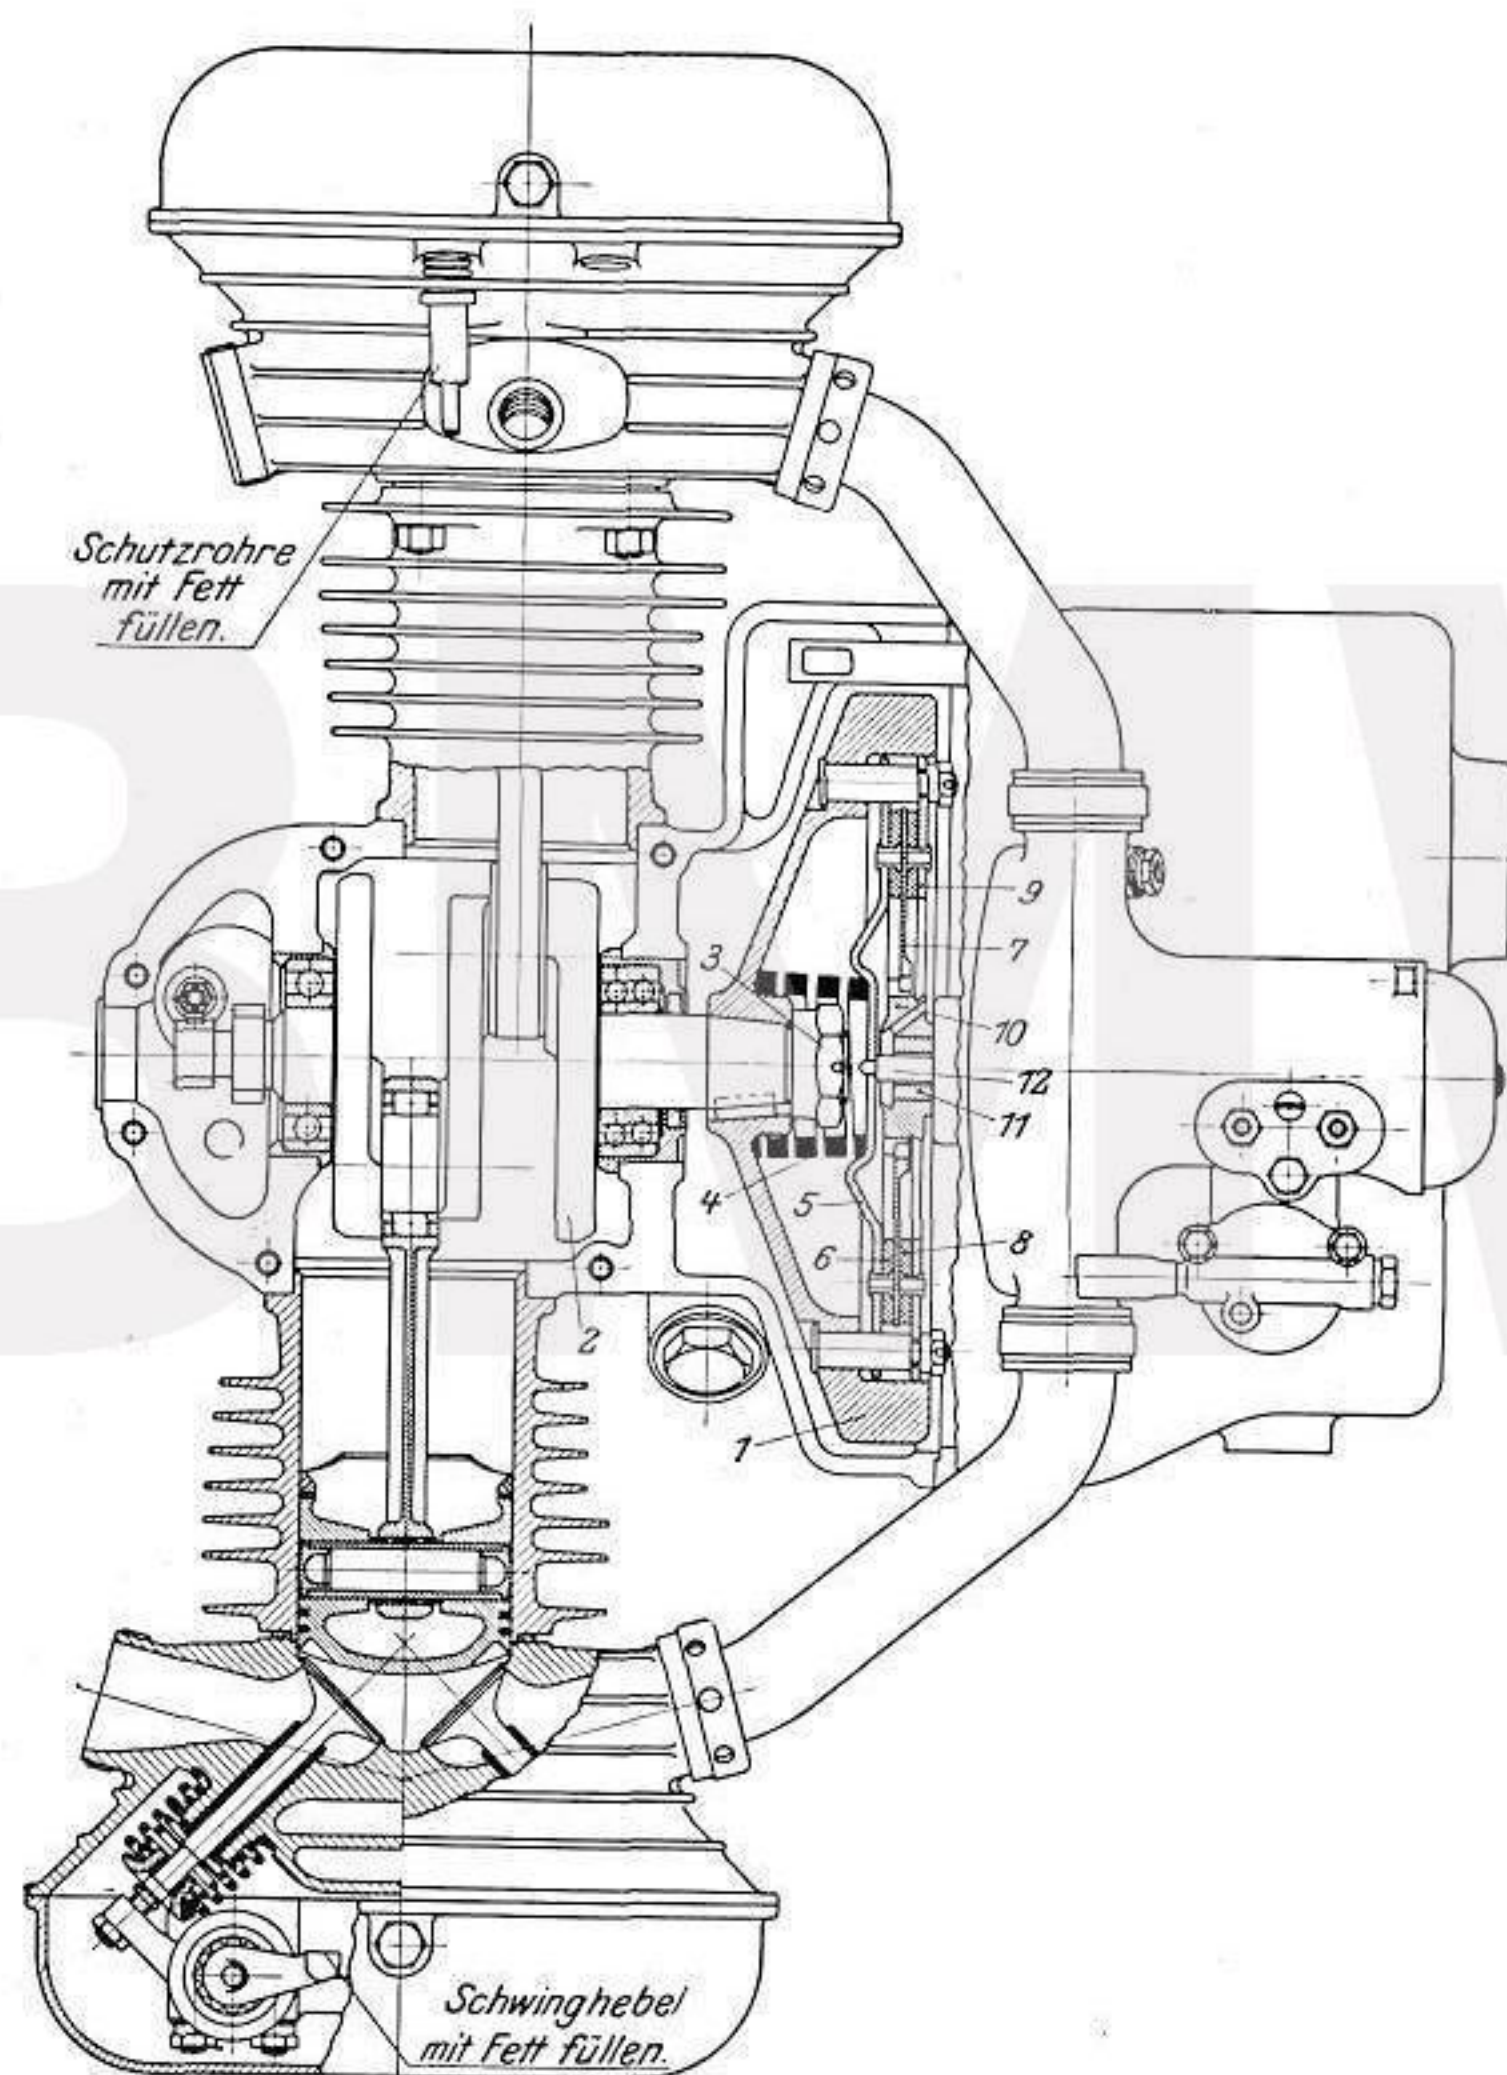
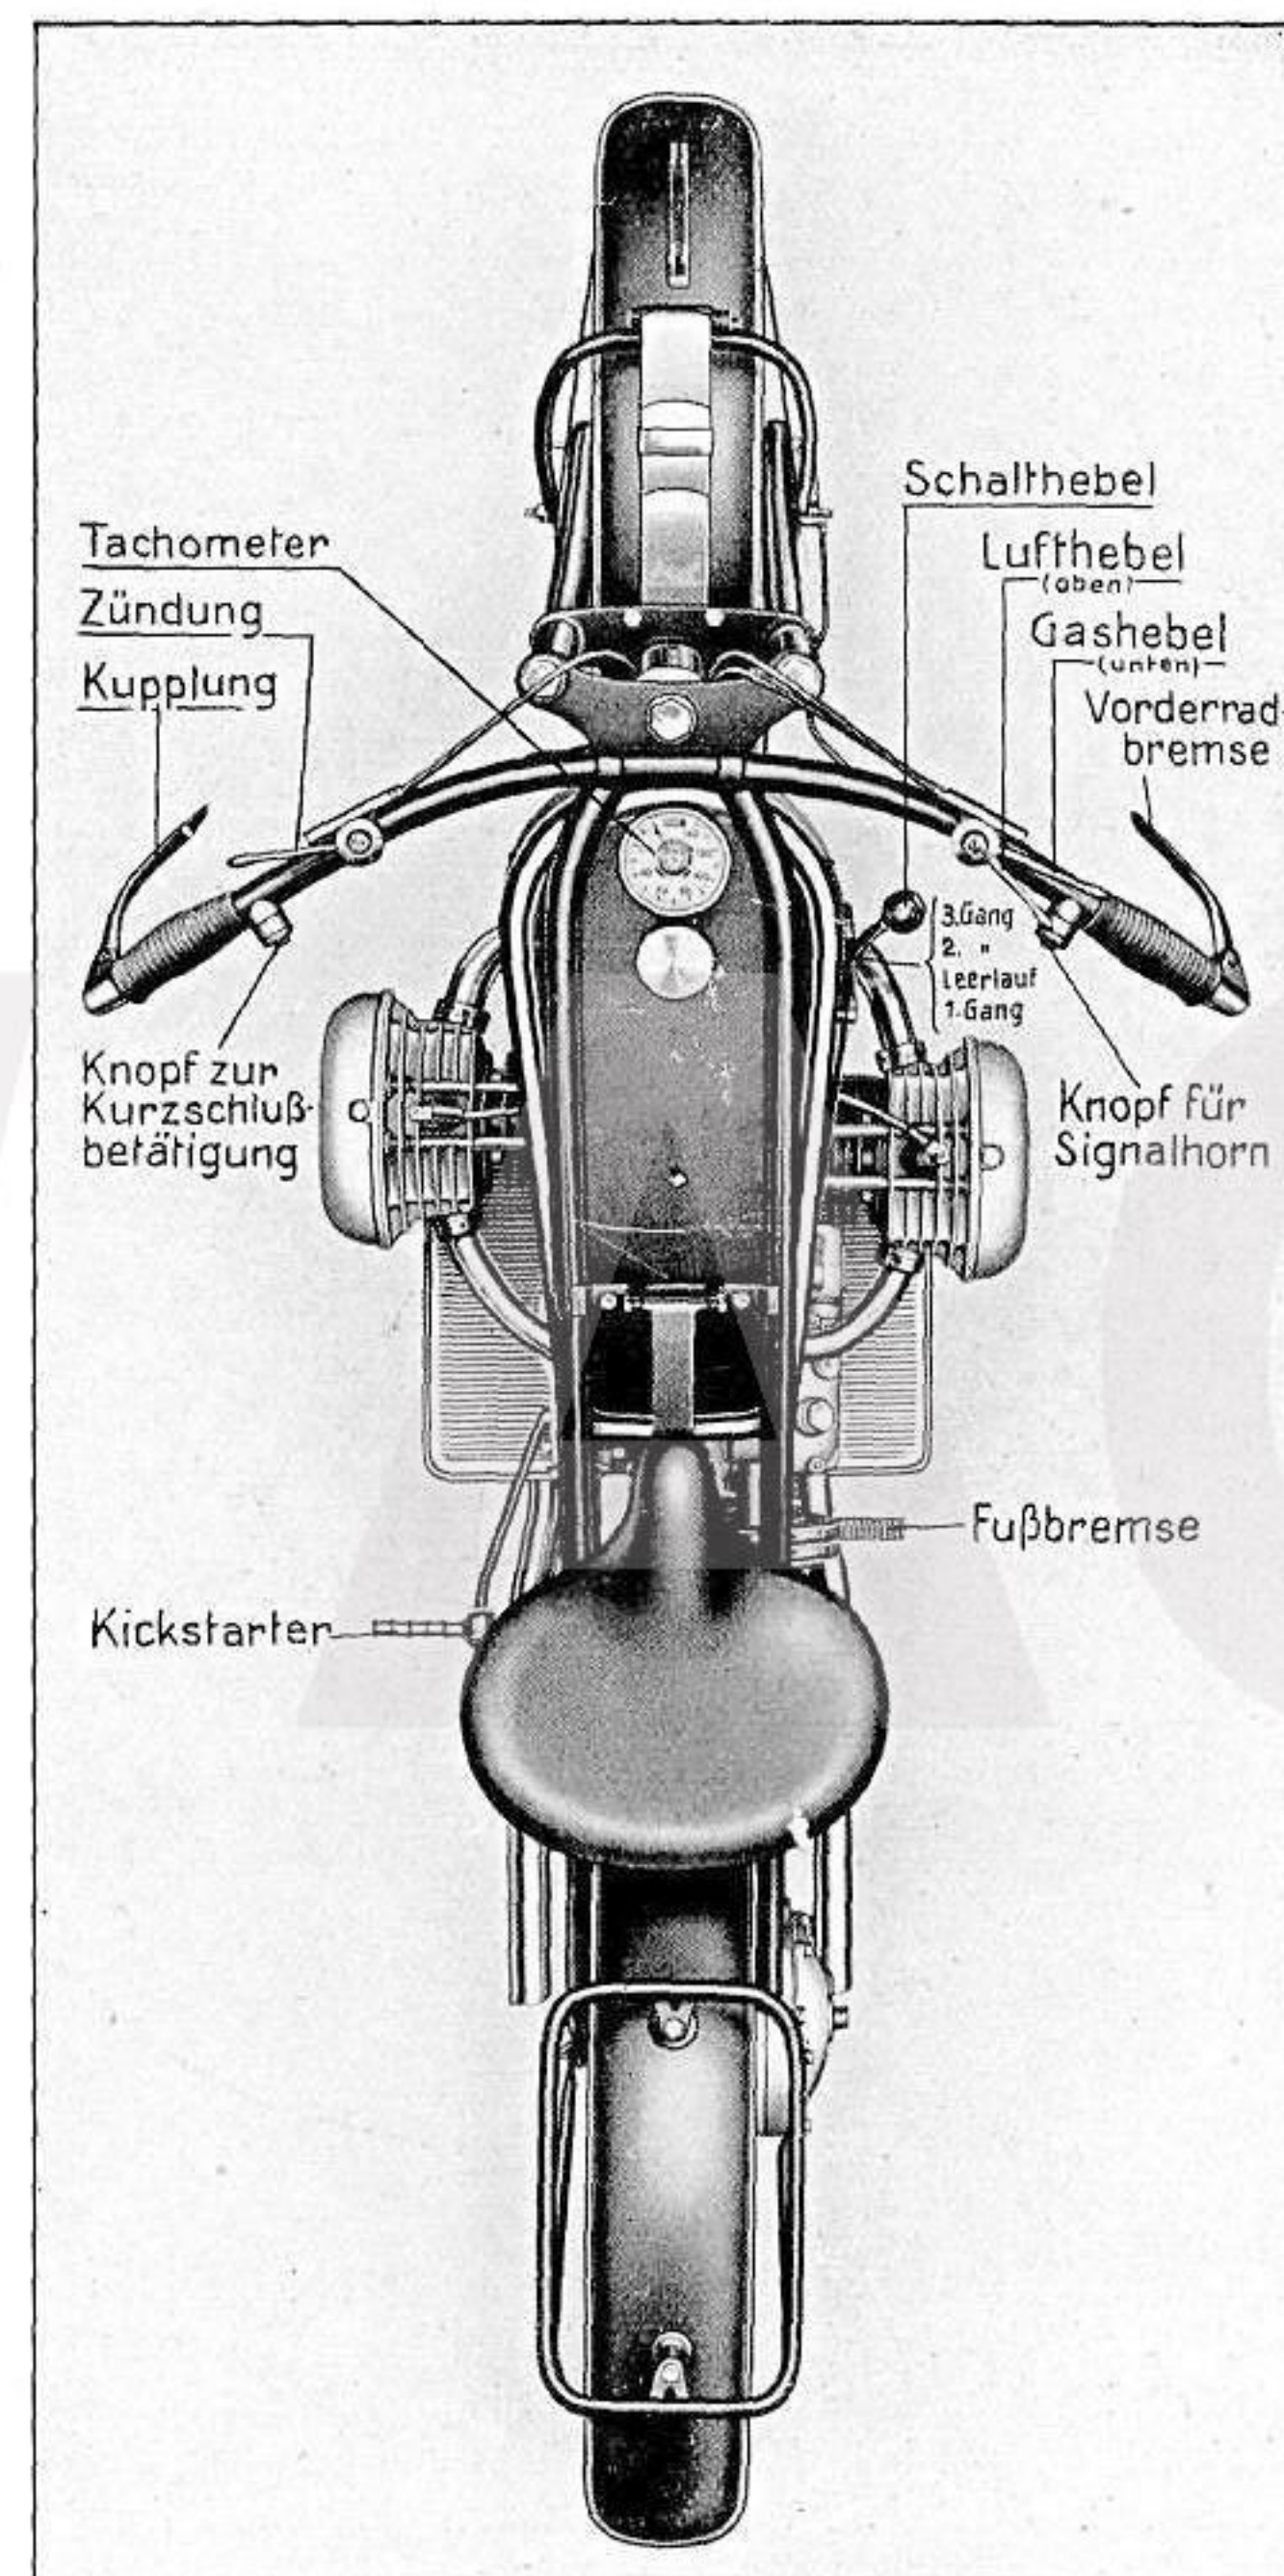

Abb. 10
Abb. 24. Die Bedienungshebel am BMW-Rade.
9. Kupplung: Als Kupplung dient eine in Abb. 10 im Schnitt gezeigte Einscheibenkupplung. Der treibende Teil ist das Schwungrad 1, das auf dem Konus der Kurbelwelle 2 aufgekeilt und durch Mutter 3 gesichert ist. Eine auf der Nabe des Schwungrades sitzende Druckfeder 4 liegt mit ihrem anderen Ende in der Vertiefung eines Drucktellers 5 und preßt diesen mit seinem normalerweise aus Ferodo bestehenden Friktionsbelag 6 gegen eine Zwischenscheibe 7. Hierdurch wird letztere gegen den Belag 8 der nicht verschiebbaren Schlußscheibe 9 gepreßt und beim Laufen des Motors mitgenommen. Die Zwischenscheibe 7, die auf der Kupplungsklaue 10 sitzt, überträgt somit die Drehung auf die Hauptwelle 11 des Getriebes. Der Betätigungshebel für die Kupplung befindet sich am Ende des linken Lenkergriffes (Abb. 24) und wirkt durch einen Bowdenzug auf den am Getriebeende des Motorblockes befindlichen Kupplungshebel (Abb. 4 und 6). Das Ausrücken der Kupplung und somit Unterbrechung der Kraftübertragung auf das Getriebe erfolgt durch Anziehen der Betätigungshebel am Lenker und damit Entfernung des Drucktellers 5 von der Zwischenscheibe 7 durch die Druckstange 12.